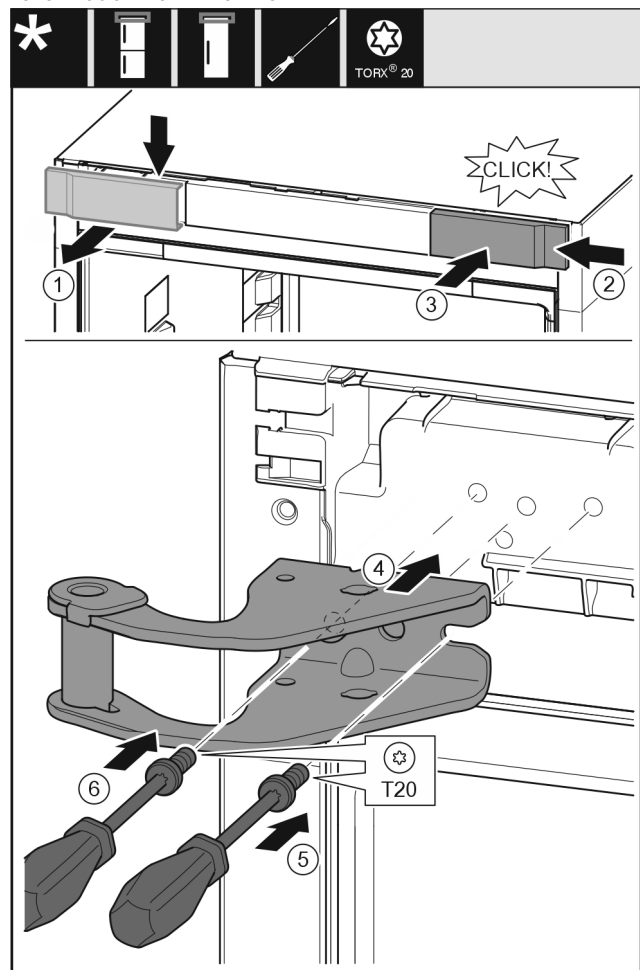

Fig. 31
- Vegye ki felülről az alsó fedelet előre felé. Fig. 31 (1)
- Akassza be a fedelet 180°-kal elfordítva a másik oldalra jobbról. Fig. 31 (2)
- Pattintsa be a fedelet. Fig. 31 (3)
- Helyezze fel a felső csapágybakot. Fig. 31 (4)
- Helyezze fel és húzza meg a csavart a T20 csavarhúzóval. Fig. 31 (5)
- Helyezze be és húzza meg a csavart a T20 csavarhúzóval. Fig. 31 (6)